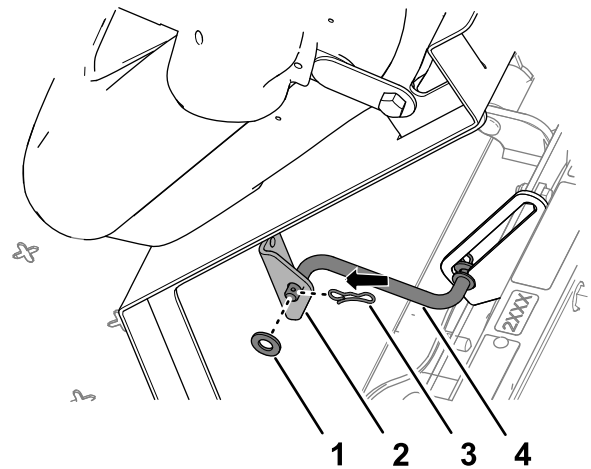

Bild 224
5. Montieren Sie die Stützstange mit der Scheibe und dem Splint an der Halterung (Bild 224).